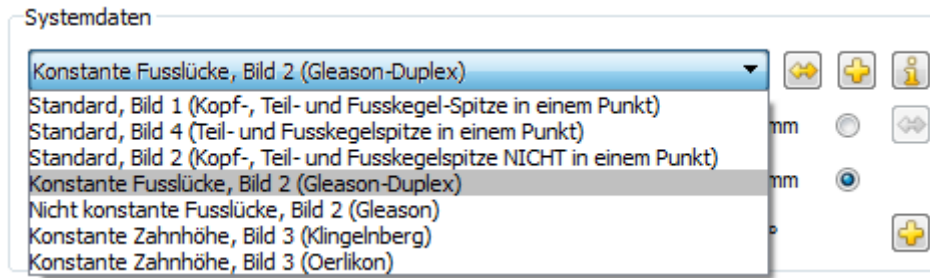

Abbildung 2.14 Bauform „konstante Fusslücke“ für Duplex Kegelräder anwählen
1. Im Reiter „**Geometrie**“ → „**Systemdaten**“ die Bauform „**konstante Fusslücke**“ auswählen (siehe Abbildung 2.14). Das Ritzel hat eine konstante Lückenweite, da beide Flanken im gleichen Durchgang hergestellt werden.